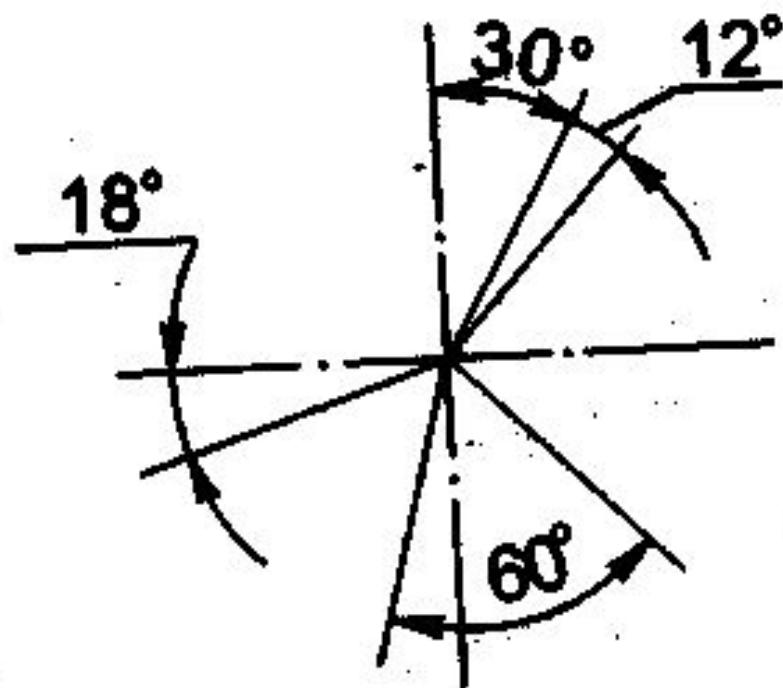

Рис. 7
- Угловые размеры наносят, как показано на рис. 7. Их указывают в градусах ($^{\circ}$), минутах ('') и секундах ('''), проставляя единицы измерения, например, размер 30° на рис. 7. Размерную линию при этом проводят в виде дуги окружности с центром в вер